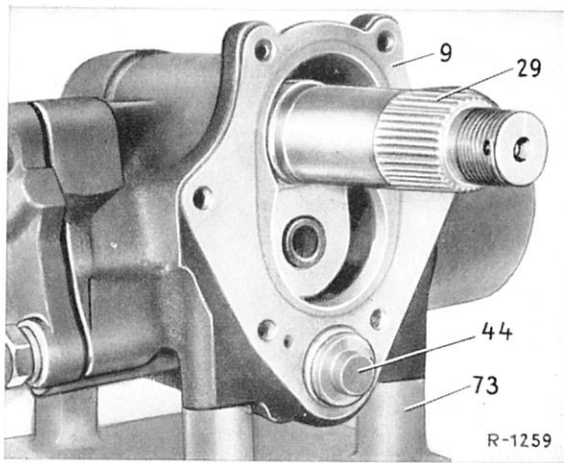

Bild 46-24/6
9 Druckstutzen (72) und Rücklaufstutzen (71) herausschrauben und oberen Gehäusedeckel (34) abnehmen (Bild 46-24/2).